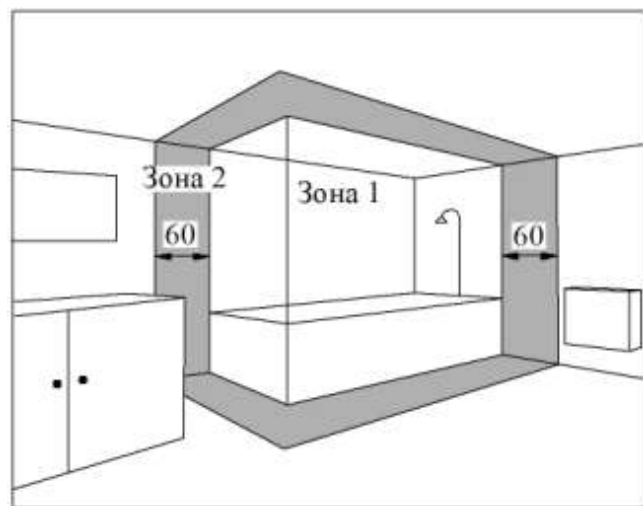

Рис.4
5.5 Конвектори з виконанням оболонки IP24 допускається встановлювати в приміщеннях з підвищеною вологістю – ванних кімнатах, душових, басейнах (рисунок 4). При цьому установка конвектора забороняється: